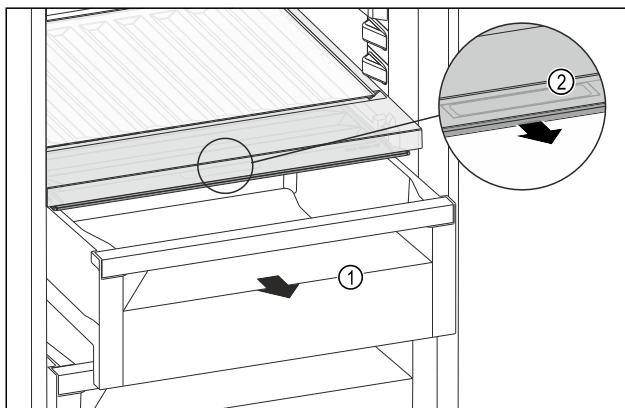

Fig. 100
- ▶ Schubfach Fig. 100 (1) herausziehen.
- ▶ Griffmulde Fig. 100 (2) am Fachdeckel anfassen und Fachdeckel gleichzeitig nach vorne ziehen.